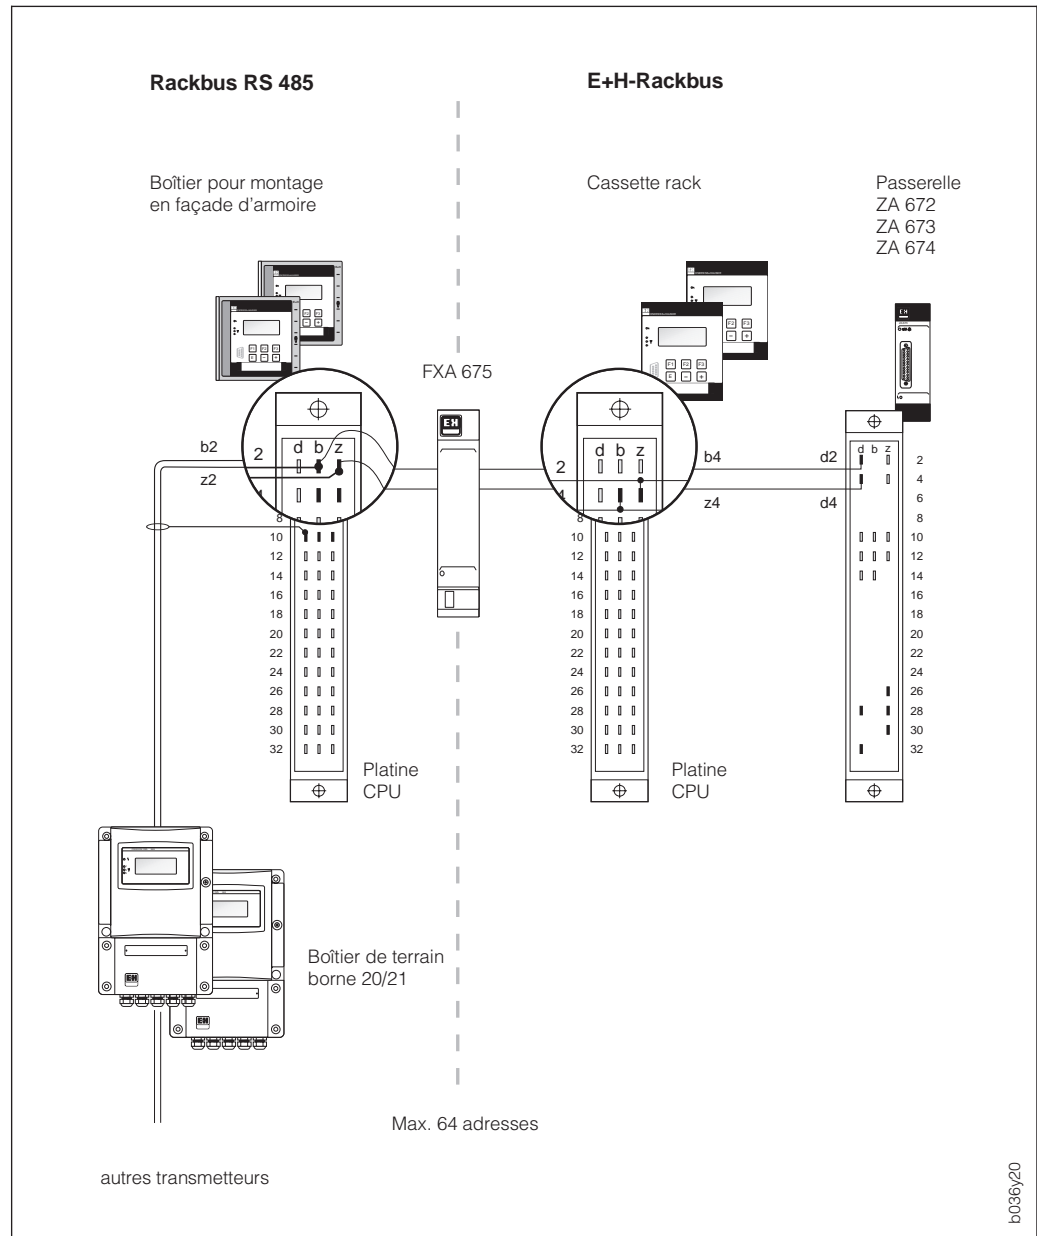

Fig. 10
2. Faire le câblage selon fig. 10